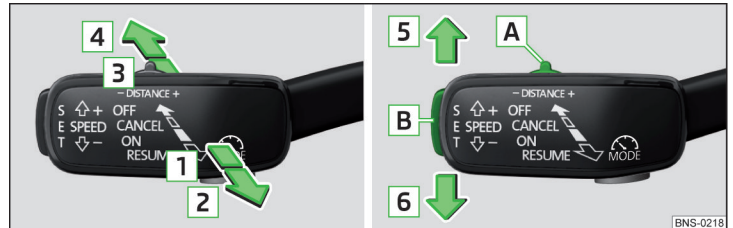

Abb. 296 Bedienungshebel
» Abb. 296
- Die Taste **SET** » **Abb. 296 auf Seite 250** drücken.
- **oder:** Den Hebel in die gefederte Stellung **RESUME** » **Abb. 296 auf Seite 250** einstellen.
- Den Hebel in die gefederte Stellung **CANCEL** » **Abb. 296 auf Seite 250** einstellen.
Die gewünschte Geschwindigkeit wird mit dem Bedienungshebel eingestellt oder geändert » **Abb. 296 auf Seite 250.**
▶ Den Schalter **DISTANCE** in die gefederte Stellung – oder + einstellen » Abb. 296 auf Seite 250.
Ein Beschleunigungsvorgang kann jederzeit durch Betätigung des Bremspedals oder den Druckpunkt **CANCEL** am Bedienungshebel » Abb. 296 auf Seite 250 abgebrochen werden.